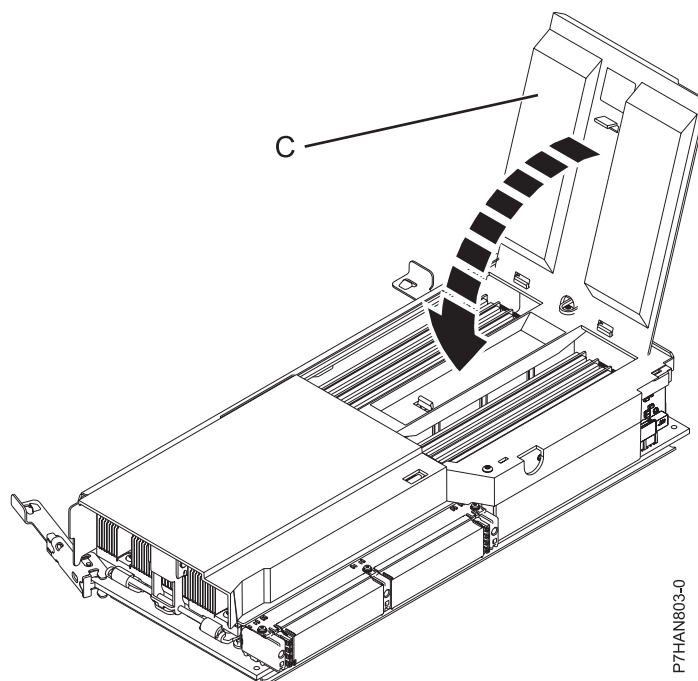

Figure 3. Fermeture du capot du module de mémoire
15. Fermez le capot du module de mémoire (C) en l'emboîtant dans son logement, comme indiqué sur la figure 3.